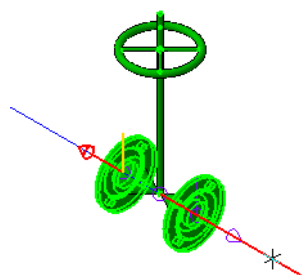

Рис. 5
2. Укажите **присоединительную точку 1 ось 1** в списке **Точки** или в окне модели. Затем укажите траекторию, на которой размещается задвижка (рис. 5).